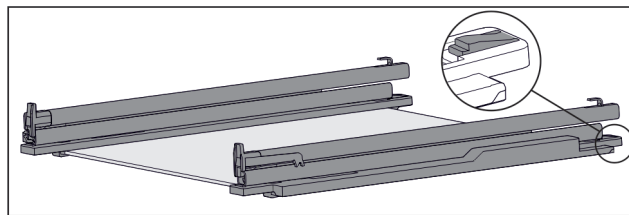

Fig. 149 Płyta szklana z szynami i elementami mocującymi
- ▶ Docisnąć element mocujący z tyłu do dołu (patrz Fig. 149) i jednocześnie wsunąć szynę do tyłu.